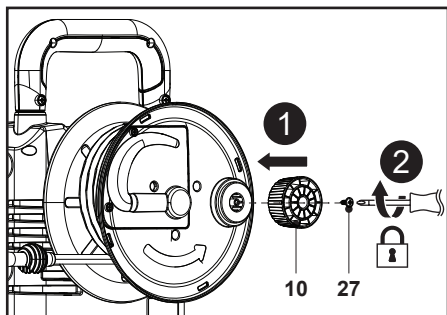

Fig. 3
1. Aliniaza gaura de montare de pe butonul pentru tamburul de furtun (10) cu baza de pe aparat, apoi foloseste o șurubelniță cu cap în cruce adecvată (nefurnizată) pentru a strânge conexiunea cu șurubul (ST4,8 x 16) (27) (fig. 3, pașii 1, 2).